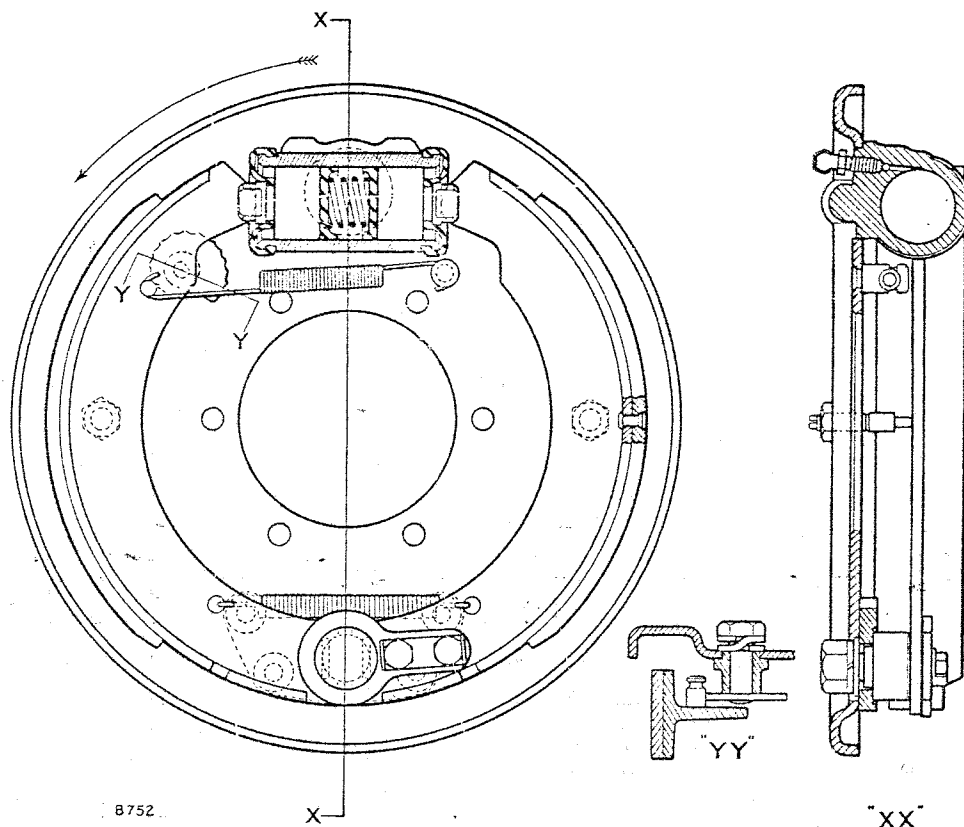

Fig. H-7—Unidad del freno de la rueda, frenos delanteros y traseros de 10"—modelos 88.
7. Vuélvase a acoplar el resorte reductor cambiándolo si fuese preciso. Las zapatas deben montarse juntas introduciendo primero los extremos que se acoplan al cilindro de la rueda (Fig. H-7).